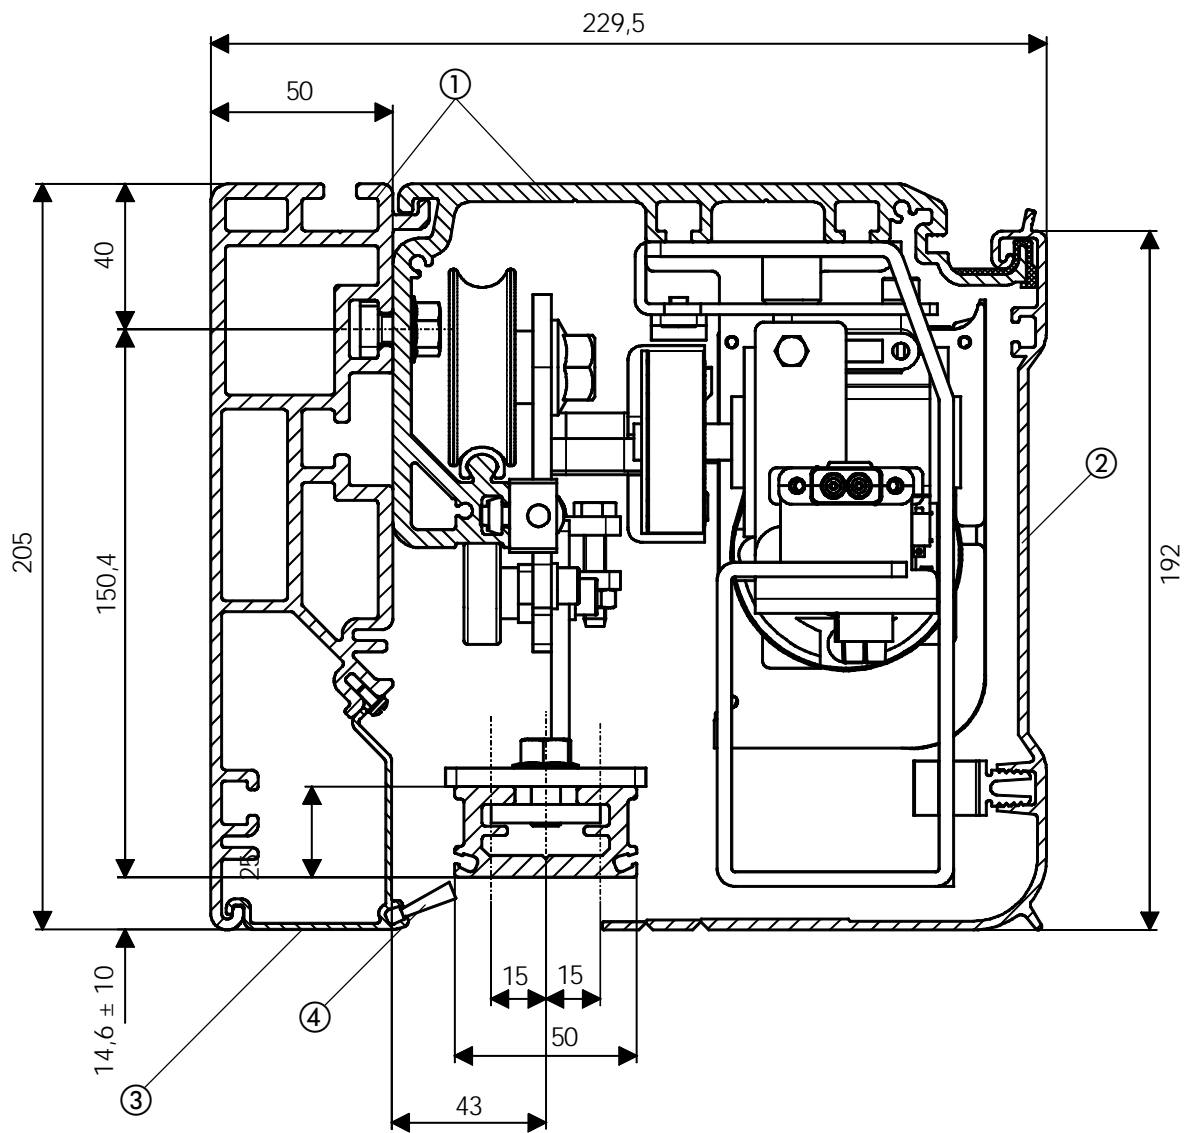

Fig. 3
### Profilo SMA (fig. 3 rif. ①)
#### Profilo di chiusura per autoportante (fig. 3 rif. ③)